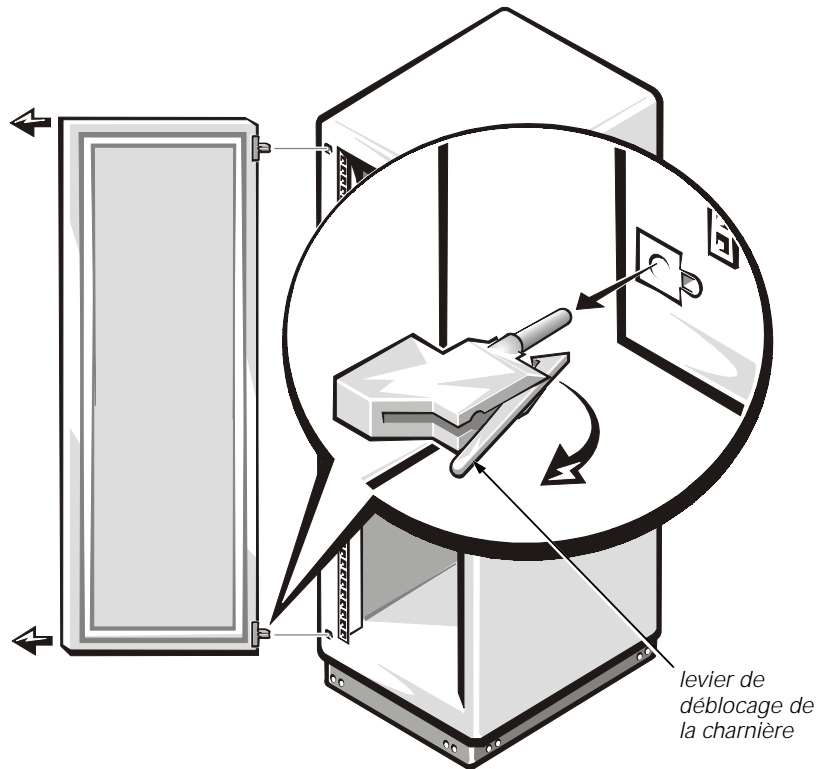

Figure 2-2. Retrait des portes du rack
2. Retirez la porte avant comme l'illustre la figure 2-2 :
1. Soulevez la porte avant pour l'amener en position et alignez les charnières avec les trous du rack, comme l'illustre la figure 2-2.